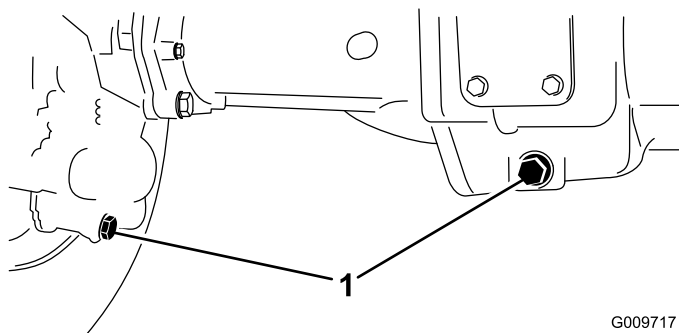

Figura 89
2. Pulite attorno ai tre tappi di spurgo, uno per lato ed uno in centro (Figura 89).